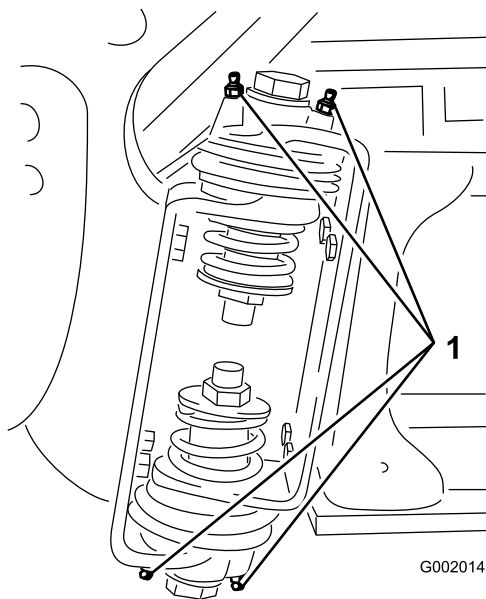

Bild 91
2. Pressen Sie Fett in die Lager oder Büchsen jedes Anschlussstückes Bild 91.